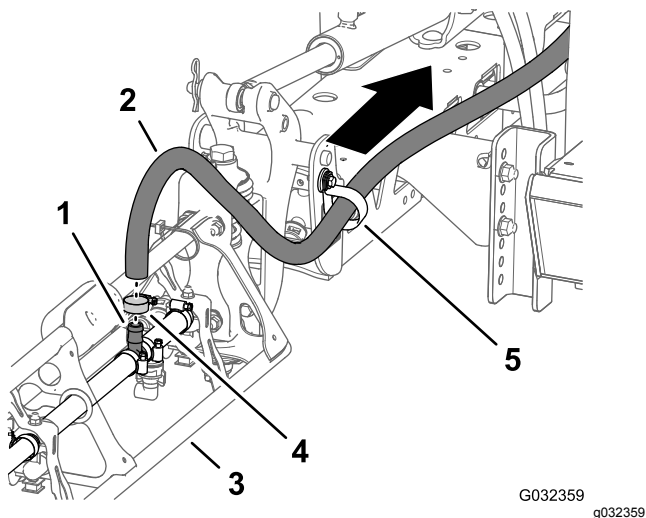

Figura 47
- Na secção da rampa exterior, retire a braçadeira de tubos que prende o tubo de alimentação para a secção da rampa à união estriada em T (Figura 47).
- Retire o tubo da união em T (Figura 47).
- Retire a extremidade livre do tubo do grampo em R (Figura 47).